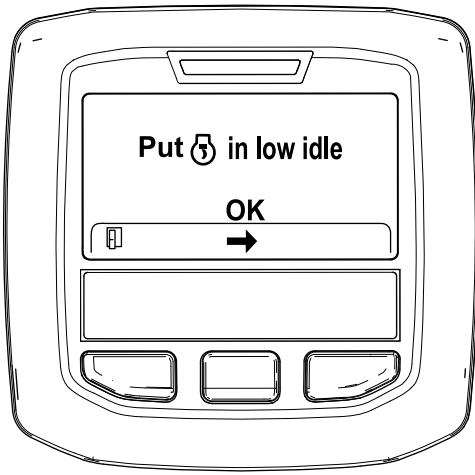

Figura 51
6. Mueva el control del acelerador en RALENTÍ BAJO y pulse el botón central (Figura 51).